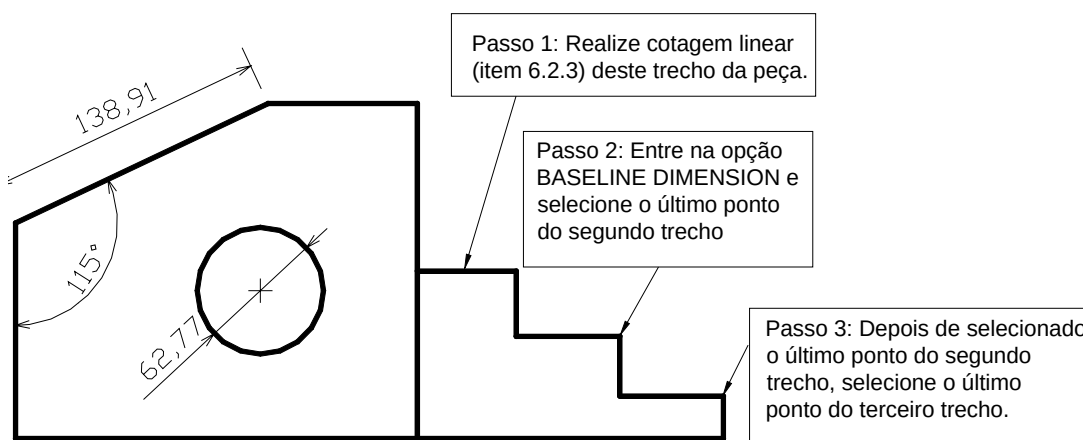

Figura 6.11 – Cotagem em agrupamento paralelo.
1. Essa opção requer que inicialmente o usuário inicie a cotação do primeiro segmento da peça por meio da opção LINEAR DIMENSION (item 6.3.2). Assim, realize a cotação linear da primeira parte da peça de acordo com a figura 6.11.
2. Entre na opção BASELINE DIMENSION por meio de uma das formas de acesso. Selecione o último ponto do segundo trecho, conforme apresentado na figura 6.11.
- Essa opção requer que o usuário inicie a cotação do primeiro segmento da peça por meio da opção **LINEAR DIMENSION** (item 6.3.2). Assim, realize a cotação linear da primeira parte da peça de acordo com a figura 6.11.
- Entre na opção **CONTINUE DIMENSION** por meio de uma das formas de acesso. Selecione o último ponto do segundo trecho, conforme apresentado na figura 6.11.